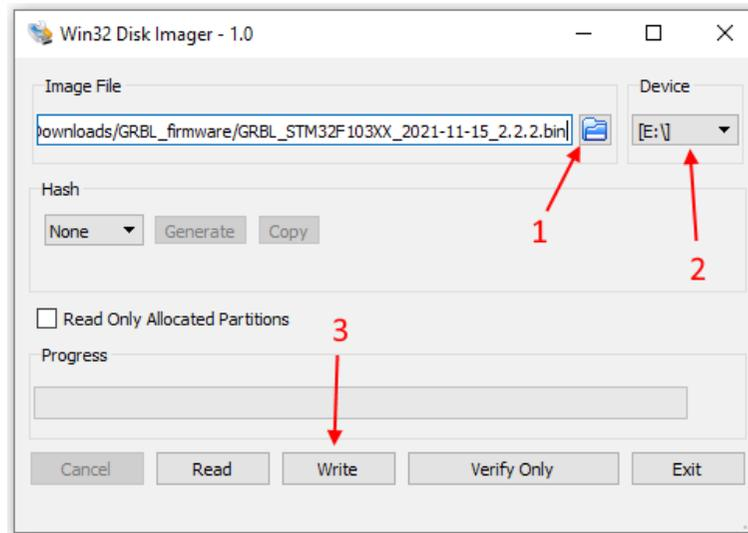

Рисунок 9: Обновление прошивки
- Запустите программу Win32DiskImager. В поле *Image File* укажите путь к bin-файлу новой прошивки контроллера, в выпадающем списке *Device* укажите соответствующий Вашему контроллеру идентификатор устройства (рис. 9).